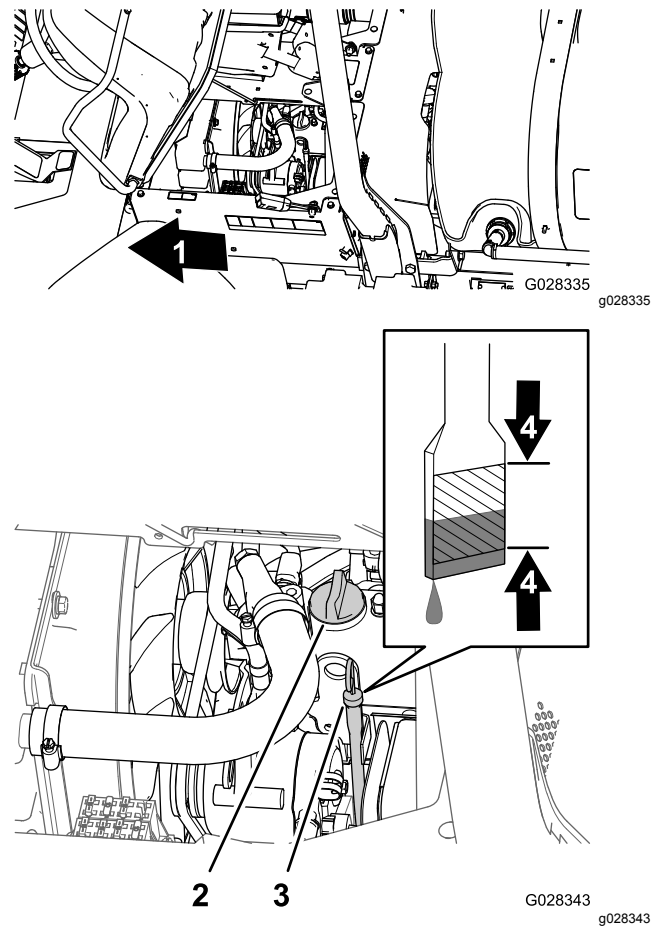

Figure 68
2. Retirez la jauge, située sous le siège du passager, et essuyez-la sur un chiffon propre (Figure 68).
3. Si le niveau est trop bas, enlevez le bouchon de remplissage du couvre-culasse (Figure 68) et versez la quantité d'huile nécessaire dans le goulot de remplissage pour faire monter le niveau jusqu'au repère maximum sur la jauge.
4. Remettez le bouchon de remplissage d'huile en place (Figure 68).
5. Revissez la jauge solidement en place (Figure 68).